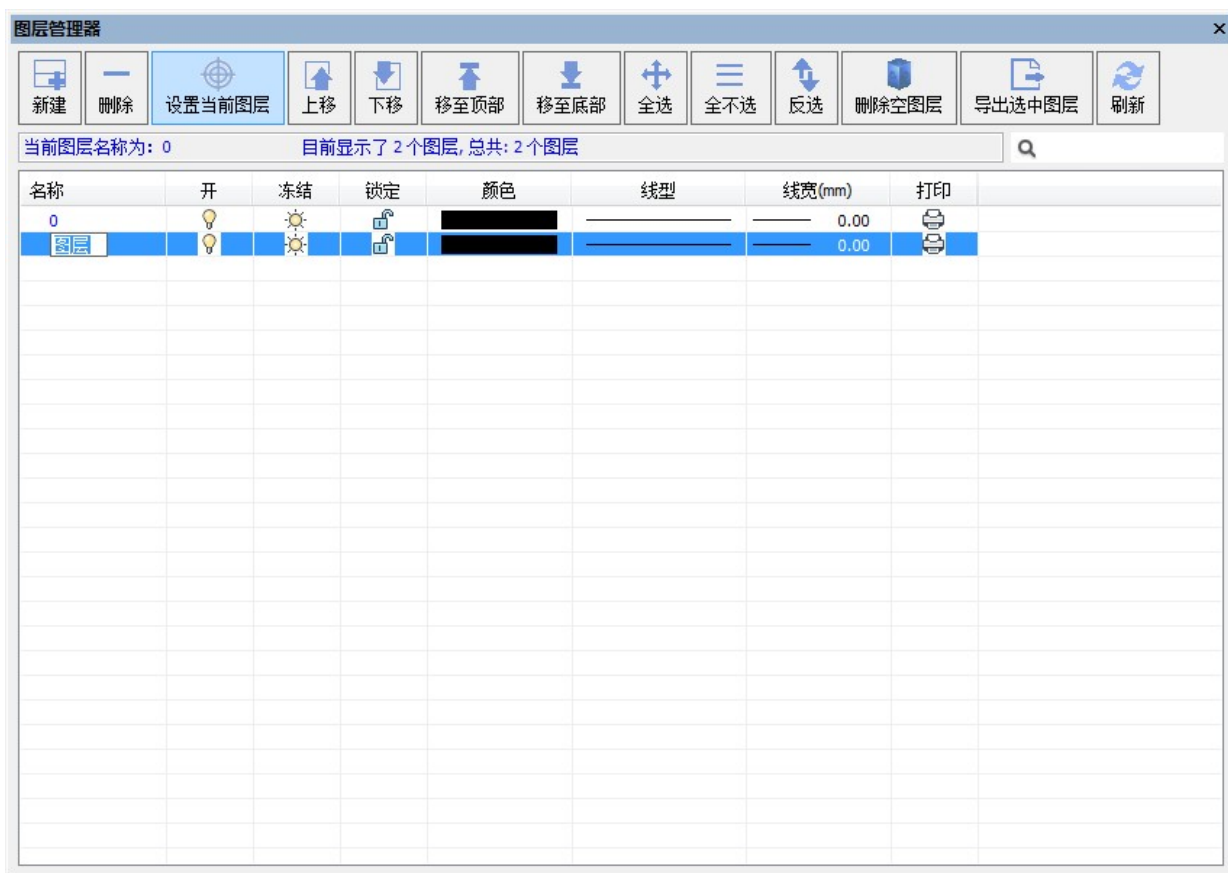

图 2-23 新建图层对话框
- (1) 在【图层管理器】对话框中，单击【新建】按钮，系统自动添加新的图层，并且高亮显示，如图 2-23 所示。输入图层名称即可完成新增。
- (2) 使用相同的方法可以创建更多的图层。设置好后单击【确定】按钮，关闭【图层管理器】对话框。
(1) 在【图层管理器】对话框的列表中，选择需要重新命名的图层。
(2) 单击该图层的名称，使之变为文本编辑状态，如图 2-23 所示。输入新的名称，点击任意空白处，确认新设置的图层名称。